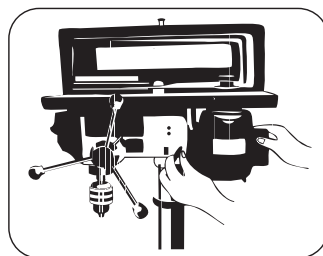

FIGURA 8.14
- Abra a Tampa do Protetor de Correia **2** e afrouxe a trava de tensão da correia, localizada na parte externa (Figura 8.14).
- Quando a tensão desejada for atingida, fixe a trava de tensão da correia (Figura 8.14).